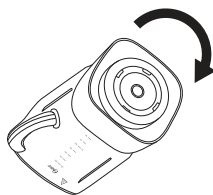

Fig. 9
2. Atornille la tuerca de la jarra girando la llave de la jarra hacia la derecha. (Fig. 9) NO LA AJUSTE DEMASIADO.